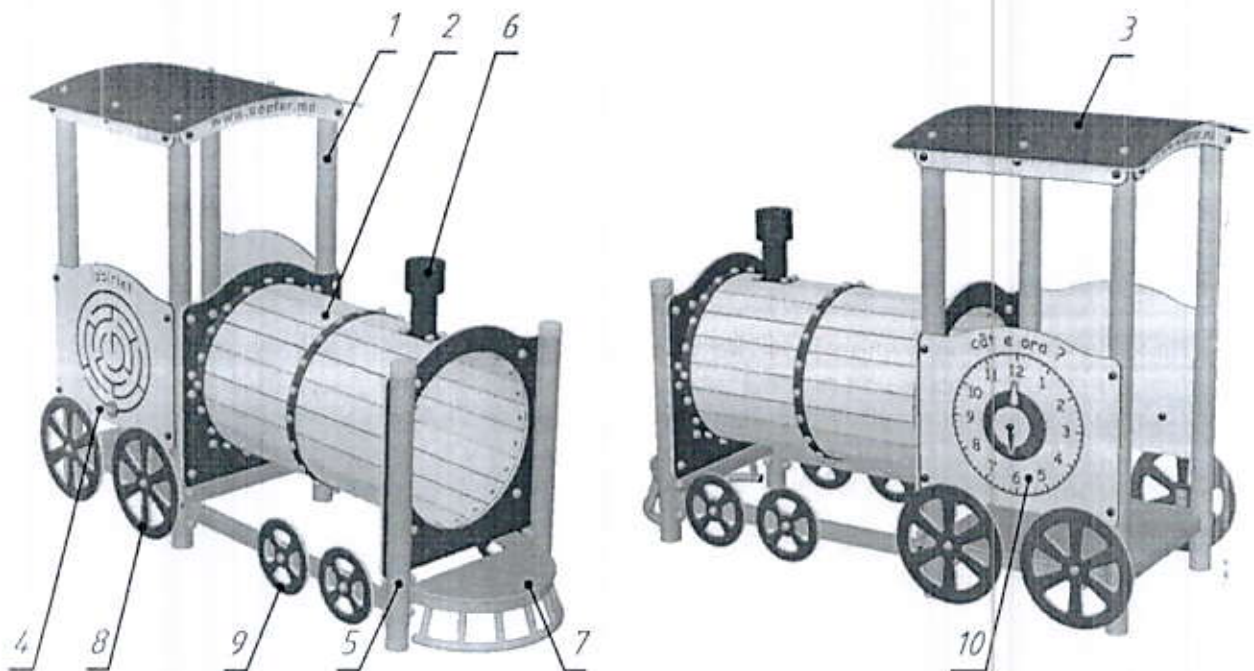

Рис.1 Общий вид Паровозика РТР 071Н
4.1. Паровозик РТР 071Н (см. рис.1) состоит из башни **1** (кабина машиниста) и присоединенного к ней тубуса **2** (паровой котел). Башня оснащена крышей **3**, ограждением «Лабиринт» **4** и ограждением «Часы» **10**. Тубус в передней части прикреплен к двум столбам **5** и оснащен дымовой трубой **6**. Между столбами закреплена ступень **7** (путьочиститель). В нижней части Паровозика смонтированы колеса **8** и **9**.